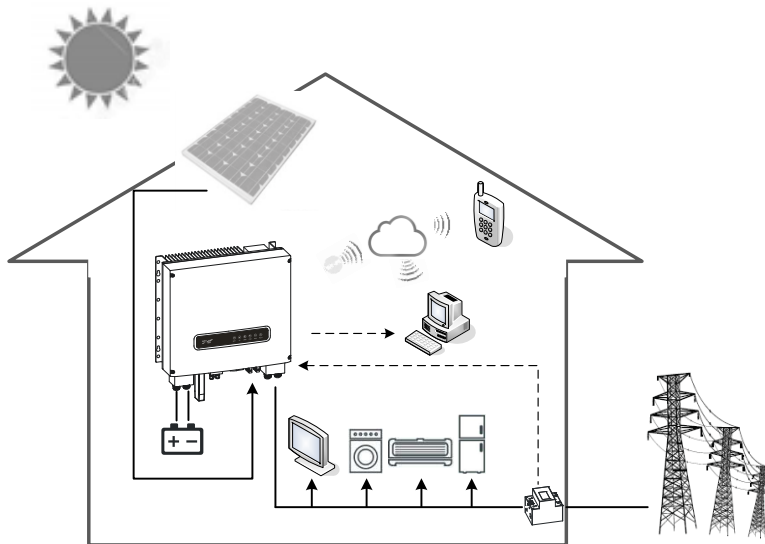

Figure2-1 Système de stockage d'énergie PV
L'onduleur de la série KF-SPH-BL (3600-5000) est un onduleur de stockage d'énergie photovoltaïque (PV) dont l'application porte essentiellement sur les systèmes de stockage d'énergie domestique, comme illustré en Figure2-1.